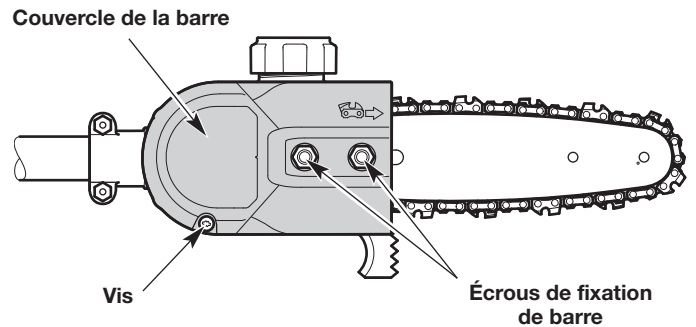

Fig. 15
1. Retirez la vis et deux (2) écrous de fixation de barre (1/2 po) (Fig. 15).
2. Retirez le couvercle du guide (Fig. 15).
1. Desserrez les écrous de retenue des barres, mais ne les retirez pas (Fig. 15).